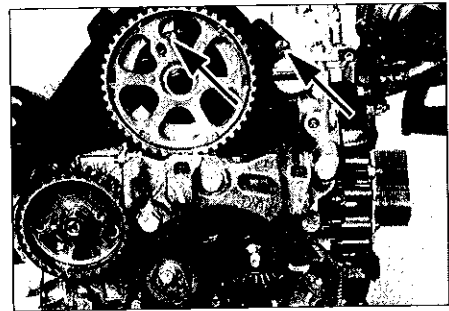

FIG. 39
- les deux vis de fixations du carter de distribution (Fig.39).